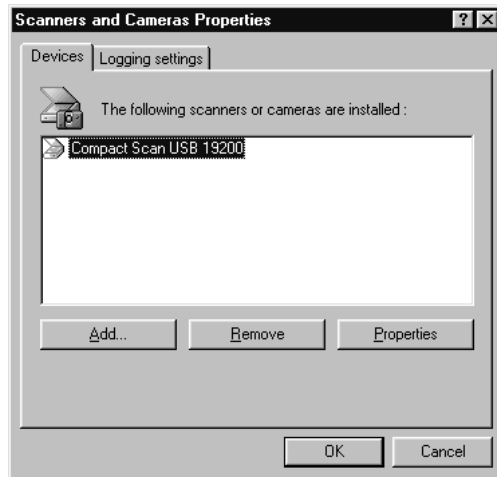

Figure 31 : caractéristiques du scanner
4. Cliquez deux fois sur le pictogramme 'Scanners and cameras'. La Figure 31 est affichée.